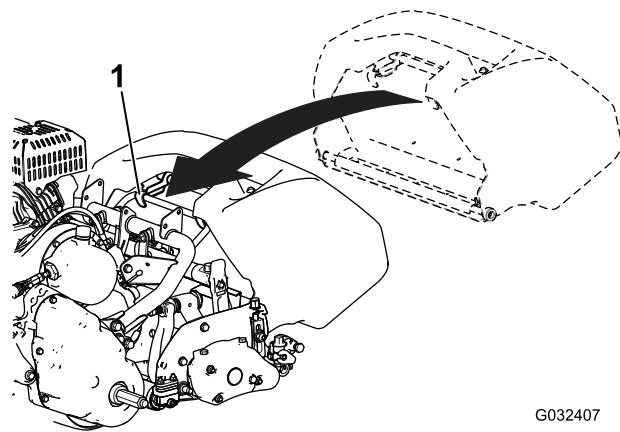

Figura 12
3. Installate i ganci del cesto sull'anello del telaio (Figura 12).
- Guidate il coperchio del cesto tra le piastre laterali dell'apparato di taglio e sopra il rullo anteriore (Figura 12).